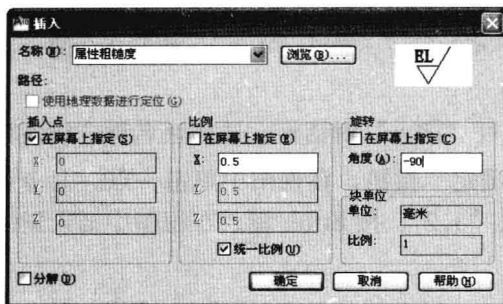

图 6-1-13
(1) 打开素材文件“6-1-4.dwg”，在“块”面板中单击“插入”按钮，打开“插入”对话框，选择块名称“属性粗糙度”，旋转项目下角度设置为“-90”，选择“统一比例”，X轴比例设为“0.5”，如图 6-1-13 所示。